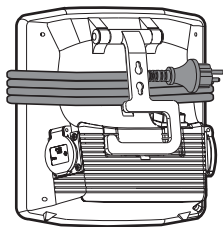

Fig. 12
- 4.2 Após a utilização, enrole o cabo em volta da estrutura (ver fig. 12).